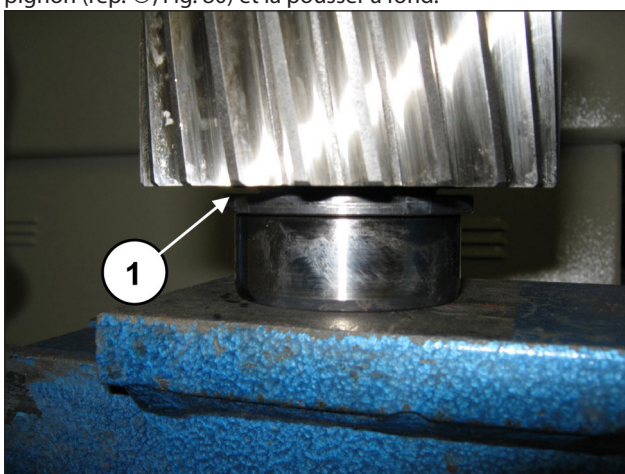

Fig. 80
Prémonter la bague interne du coussinet 40x90x23 sur le pignon (rep. ①, Fig. 80) et la pousser à fond.